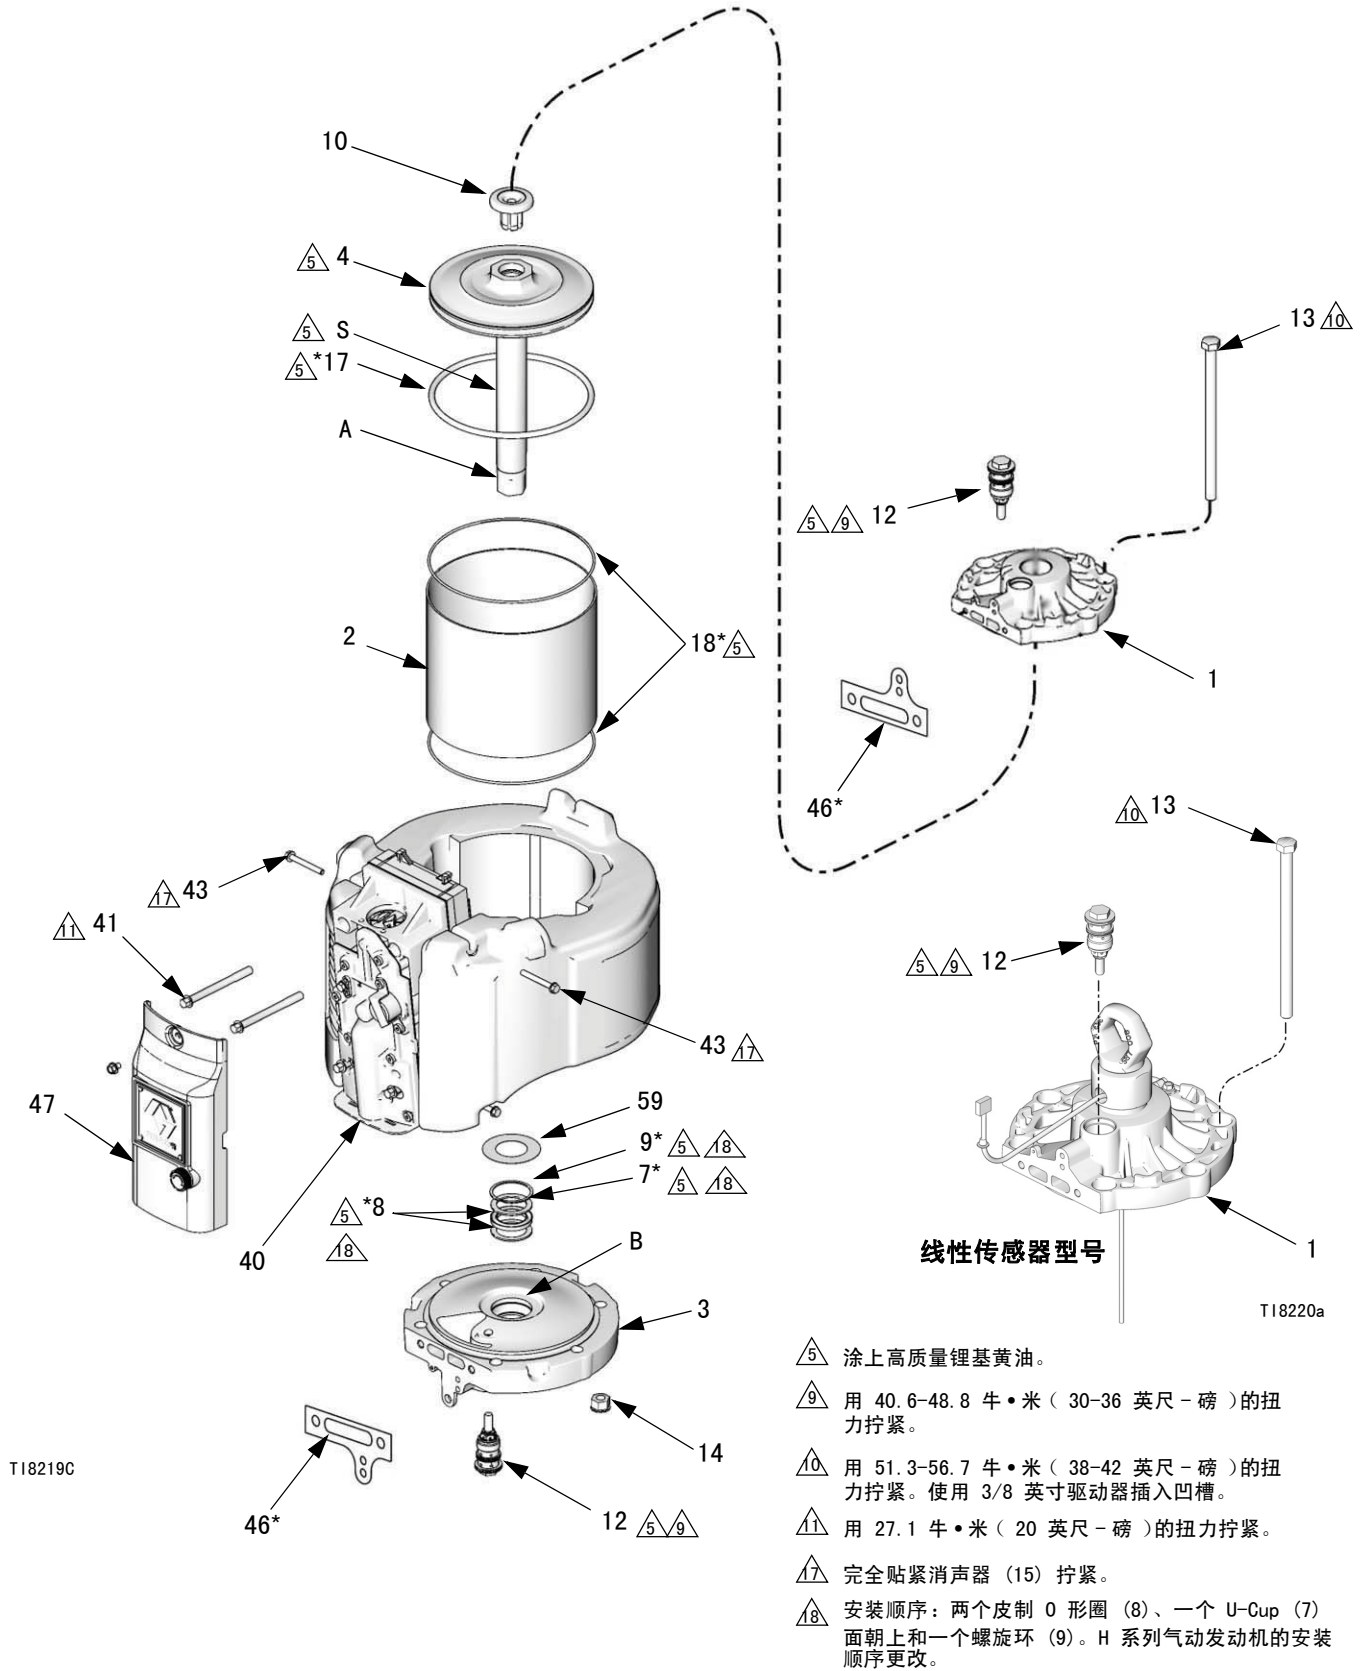

图 12: 修理气动发动机
5. 卸下外阀盖（47）。请参见图 12。
1. 请参见图 12。安装两个挡圈衬垫 (8\*)，然后是密封唇面朝上的 V 型衬垫 (7\*)。然后将锁紧环 (9\*) 安装在底盖 (3) 中。润滑衬垫。安装缓冲器 (59)。